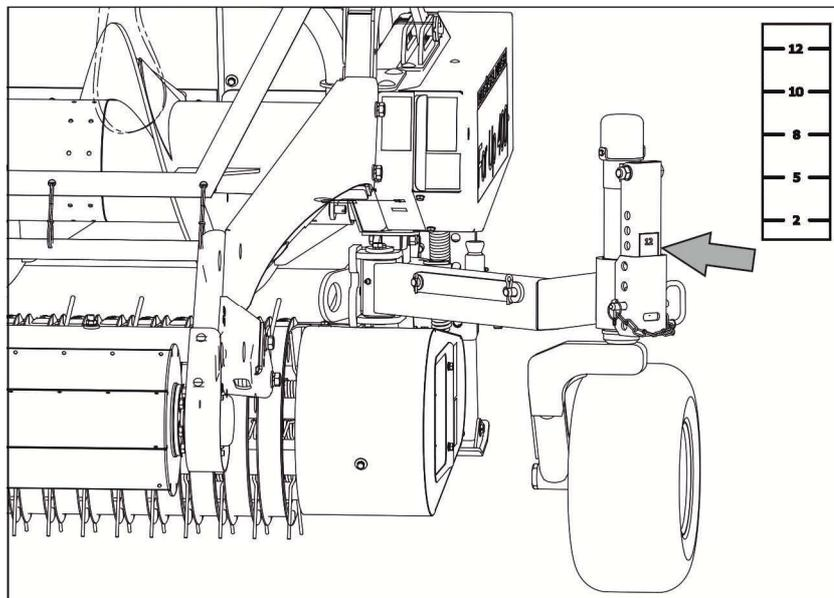

Рисунок 6.3 – Табличка «Высота подбора»
Для ориентира, положение высоты подбора указано на таблице «Высота подбора» (см. рисунок 6.3). **ВАЖНО!** ЗНАЧЕНИЯ НА ТАБЛИЧКЕ МОГУТ ОТЛИЧАТЬСЯ ОТ РЕАЛЬНЫХ, ОНИ ЗАВИСЯТ ОТ РЕЛЬЕФА ПОЛЯ И УКАЗАНЫ УСЛОВНО.
1. Чтобы исключить упирание шин колеса в крайний пружинный палец нормализатора, необходимо установить высоту подбора 55 мм в положение «5» или большее значение (см.рисунок 6.3);